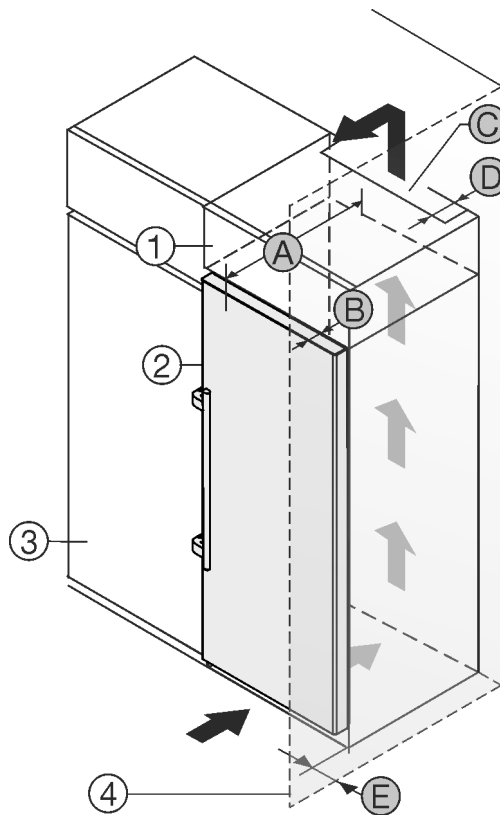

Fig. 1
- (1) Rehausse
- (2) Appareil
- (3) Placard de cuisine
- (4) Mur
- (A) Profondeur de l'appareil
- (B) Profondeur de porte
- (C) Section de ventilation
- (D) Distance du dos de l'appareil
- (E) Distance par rapport au côté de l'appareil
Vous pouvez placer le réfrigérateur directement à côté de l'armoire de cuisine Fig. 1 (3).
Une sortie d'air avec la profondeur Fig. 1 (D) doit être présente au dos de la rehausse sur toute sa largeur.
La section de ventilation Fig. 1 (C) sous plafond doit être respectée.
Si le réfrigérateur est installé avec les charnières près d'une paroi Fig. 1 (4), la distance entre le réfrigérateur et la paroi doit être d'au moins 57 mm. Cela correspond au dépassement de la poignée lorsque la porte est ouverte.
Pour pouvoir ouvrir complètement les portes, le réfrigérateur doit dépasser de la profondeur de la porte *Fig. 1 (B)* par rapport à la façade du placard. L'appareil peut déborder encore plus en fonction de la profondeur des placards *Fig. 1 (3)* et de l'utilisation de cales d'épaisseur.